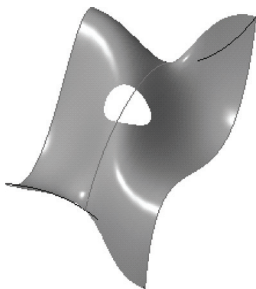

图 10-14 拉伸修剪曲面
STEP 04 单击“完成”按钮, 即可拉伸修剪曲面, 如图 10-14 所示。